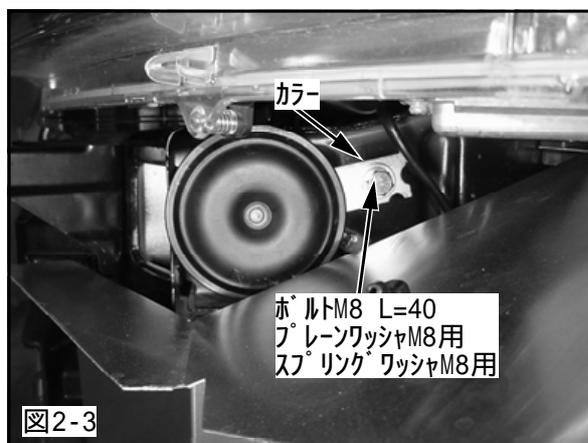

図2-3
- (1) ボルトM8 L=40, プレーンワッシャM8用, スプリングワッシャM8用, カラーを使用して1.(4)で取外したものを図のように車両に取付けてください。(図2-3)